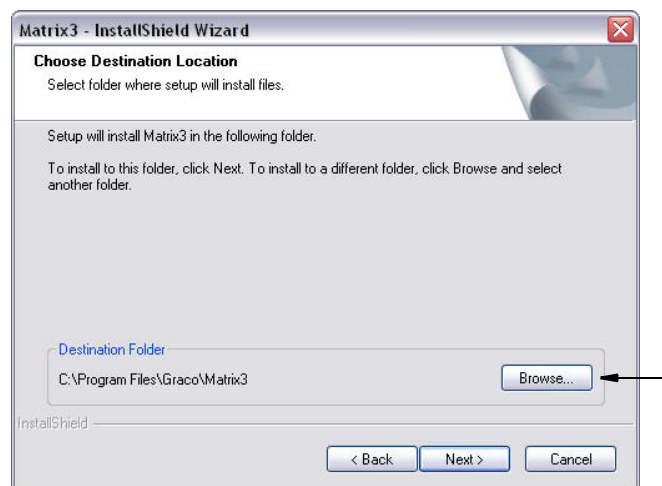

FIG. 16
- Choisissez l'emplacement de destination. La destination par défaut est C:\Program Files\Graco\Matrix3. Cliquez sur le bouton Naviguer (Browse), indiqué à la FIG. 16 pour sélectionner un emplacement différent.
- Cliquez sur NEXT pour continuer l'installation du logiciel et passer à InstallShield Wizard for Matrix3, FIG. 16. Cliquez sur le bouton PAGE PRÉCÉDENTE (BACK) pour revenir à un écran précédent ou annuler l'installation afin de mettre fin à l'installation du logiciel.